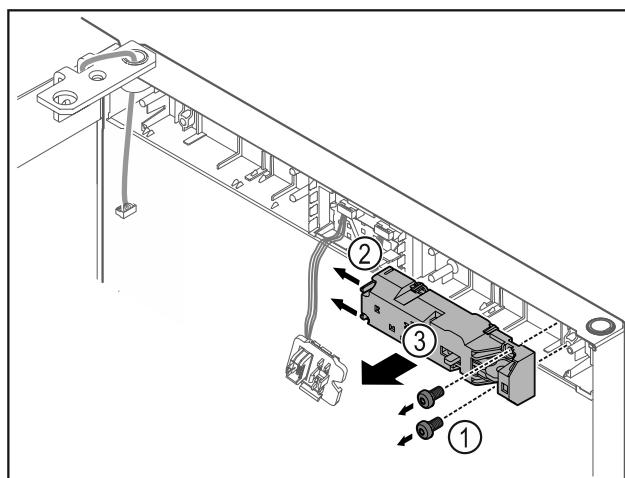

Fig. 23
- Αφαιρέστε τις βίδες Fig. 23 (1).
- Πιέστε τις προεξοχές ασφάλισης Fig. 23 (2) προς το πλάι και αφαιρέστε την τηλεχειριζόμενη κλειδαριά Fig. 23 (3).